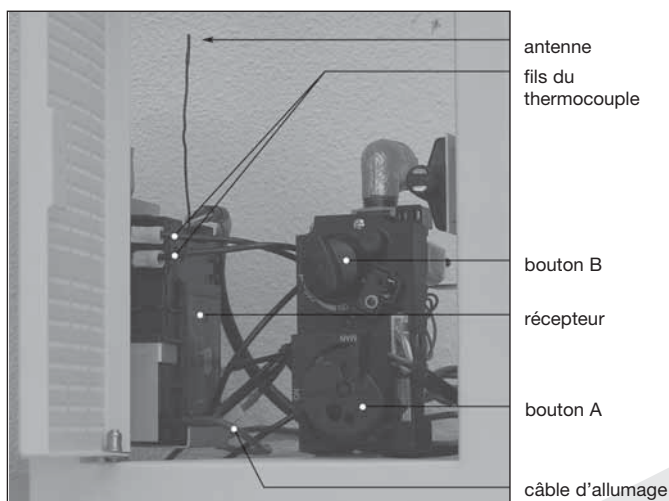

fig. 12
- Placez le récepteur dans le coffret de commande comme indiqué sur la Fig. 12.
Attention: Ne placez pas l'antenne trop près du câble d'allumage et/ou d'éléments métalliques (voir la bonne position sur la Fig. 12);
Le récepteur se trouve dans le coffret de commandes (voir Fig. 12).
- Placez le récepteur tel qu'indiqué sur la Fig. 12.